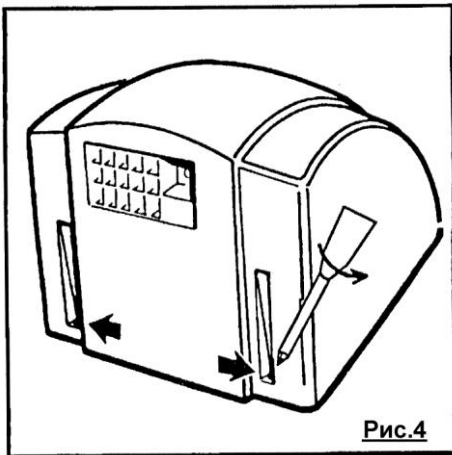

Рис.4
4. Отверните два крепежных винта задней крышки оборудования и снимите крышку (рис.4).